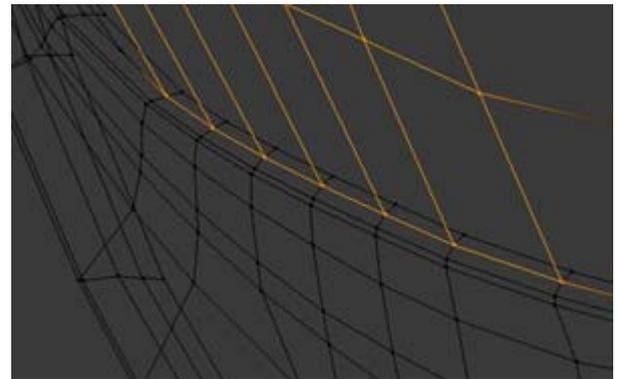

Figura 4.189
2. Alinhe os vértices fronteira de modo a garantir as adjacência com o plástico traseiro, o aro da roda traseira e a lateral traseira, figura 4.189.